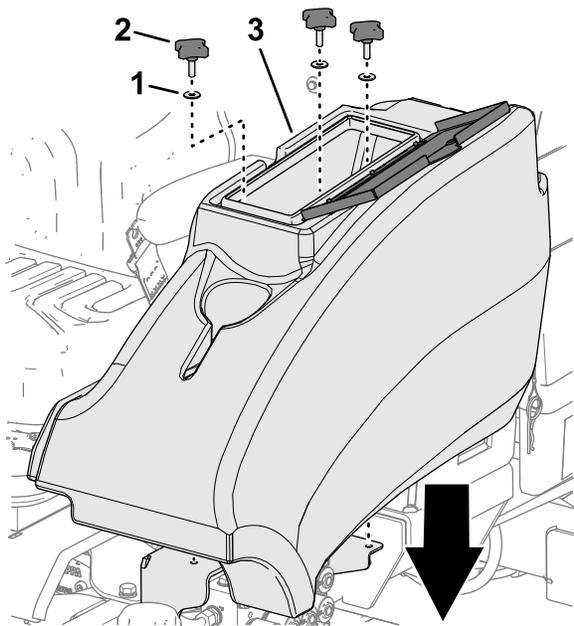

Figura 57
2. Montate il vano portaoggetti alla macchina con le 3 manopole e le 3 rondelle (**Figura 57**).